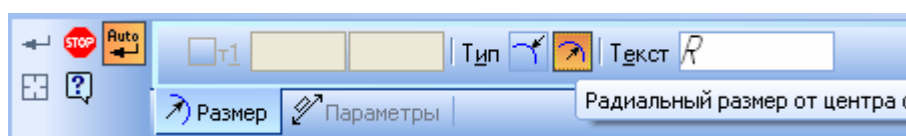

Рисунок 4.13 Панель властивостей: Радіальний розмір, Компактна панель і Рядок стану
– клацніть у панелі інструментів по кнопці  - **Радиальный размер**. З'явиться **Панель свойств: Радиальный размер** (рис. 4.13). Одночасно в рядку повідомлень з'явиться підказка: **Укажите окружность или дугу для проставления размера;**